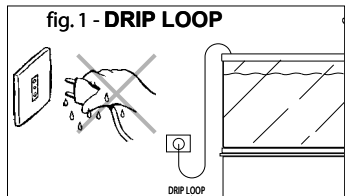

fig. 1 - DRIP LOOP
- Para evitar que golase de água chegueu acidentalmente à bomba, faça uma barra que não vá do nível da tomada (fig. 1) a 10 cm de distância.
- Чтобы избежать попадания случайных капель на штепсель или в розетку, сделайте защитную ширму на уровне розетки (рис. 1).
- Leg het snoer onder het stopcontact in een bocht om te voorkomen dat er druppels op het contact of de stekker vallen (fig. 1);